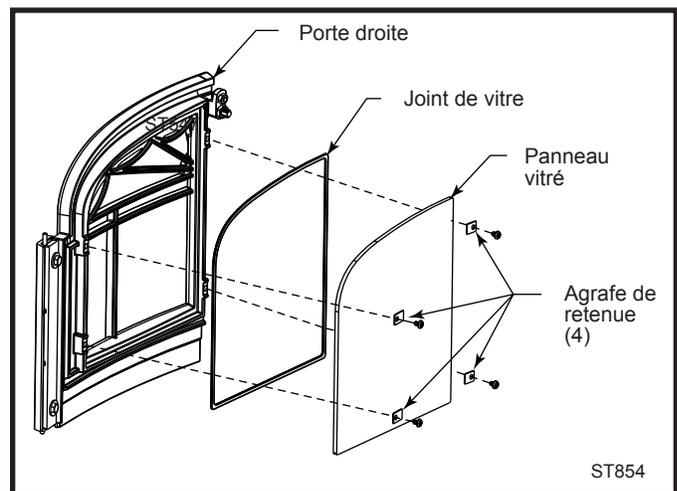

Fig. 41 Vue éclatée de l'ensemble vitré.door.
2. Fixez la vitre sur les deux portes à l'aide des agrafes de retenue. Serrez toutes les vis. (Fig. 41)